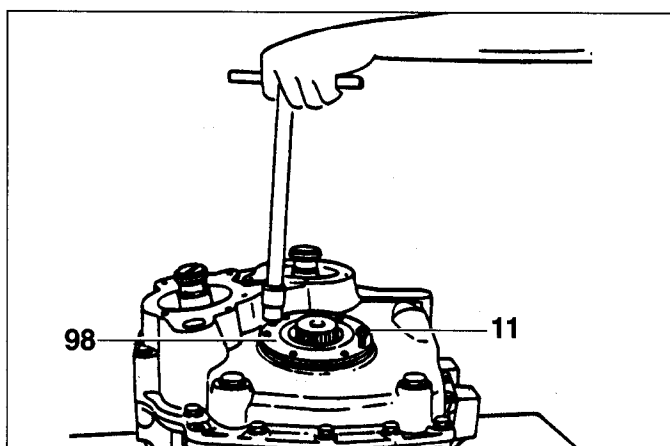

Fig. 12
- 13) Svitare le viti (11) con le rosette (12) togliere la flangia (98), eliminare l'anello OR (96), con un cacciavite estrarre la guarnizione di tenuta (95) (Fig. 12).
- 13) Unscrew the screws (11) with washers (12) and remove the flange (98), discard oil seal ring (96) and with a screw-driver extract oil seal (95) (Fig. 12).